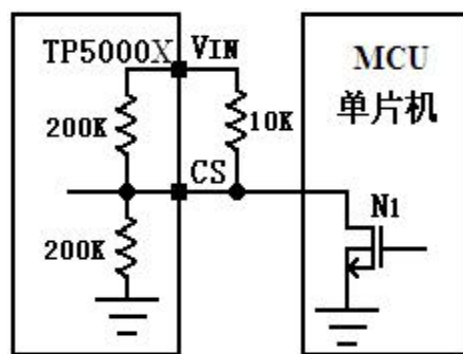

图 6 受外部控制的 4.2V 锂离子电池充电状态与停机状态的切换
4.2V 锂离子电池充电状态与停机模式的切换。如图 6 所示，通过一个开漏输出端口与 CS 端连接，如果 NMOS 管栅极输入低电平，N1 截止，此时 CS 端接高电平，则充电截止电压为 4.2V，TP5000X 为锂离子电池充电。当 NMOS 管栅极输入高电平，N1 导通，此时 CS 端被下拉到 GND，TP5000X 为停机模式。